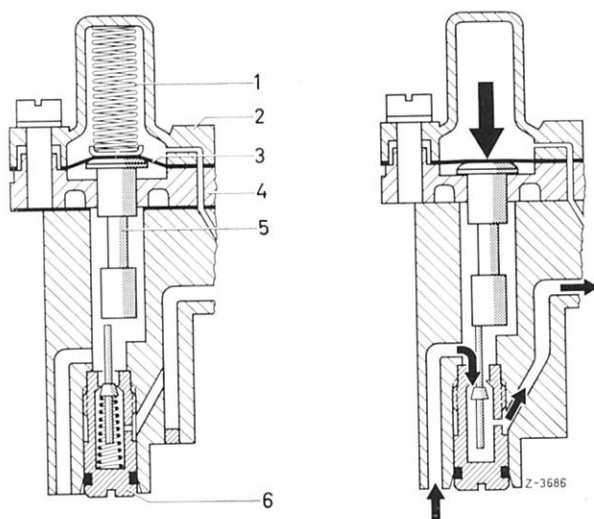

Bild 07-26/11
Beim 35/42 Inat-Vergaser besteht das Anreicherungssystem aus dem Anreicherungsventil (6) im Platineblock und der Unterdruckmembrane (3) mit Betätigungsstift (5) im Vergaserdeckel bzw. im Platineblock (Bild 07-26/11).